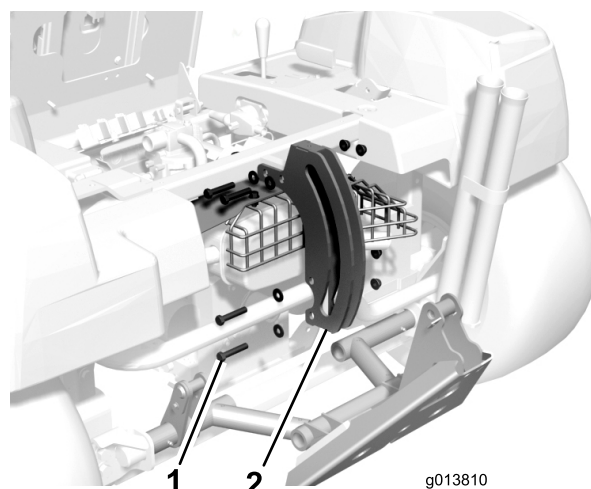

Figura 3
6. Retire os (4) parafusos, anilhas e porcas flangeadas que prendem a placa do cilindro à estrutura (Figura 3). Guarde a placa do cilindro e dispositivos de fixação.